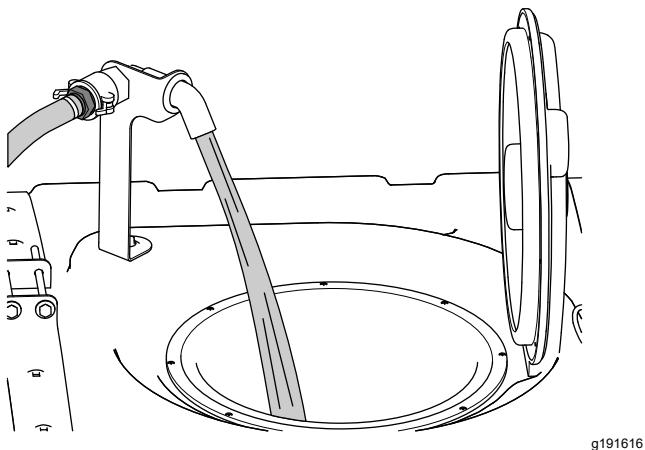

图 30
5. 将所需水量的 3/4 添加到喷洒药缸中 **图 30**。